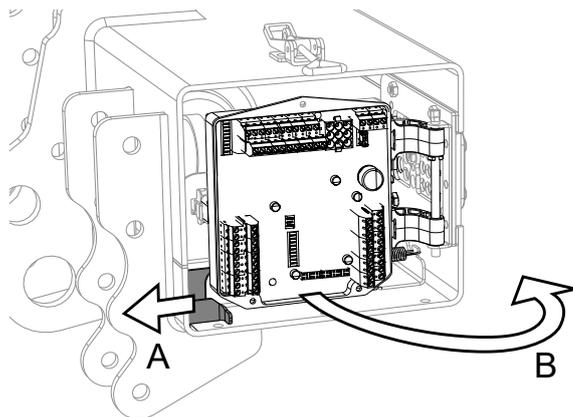
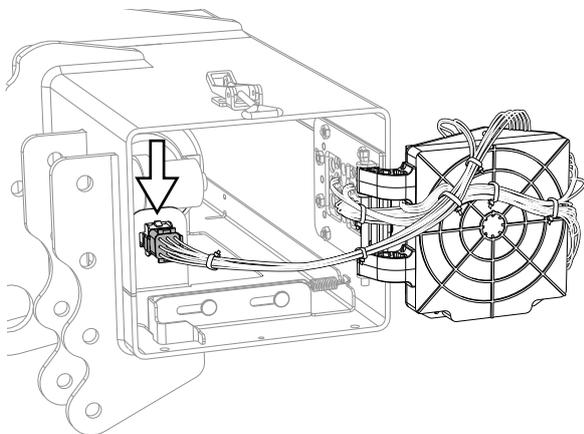

Figure 20. Commande de dégagement
Figure 21. Connecteur
3. Déplier la carte électronique / carte relais (B) et desserrer le faisceau de câblage du connecteur du groupe hydraulique, voir Figure 20 et Figure 21.